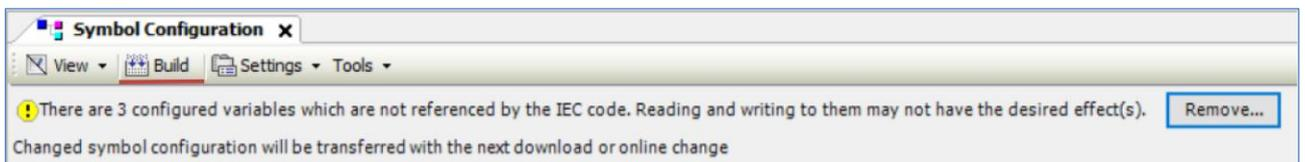

Abb. 15.18
1.3. Klicken Sie auf die Schaltfläche **Build** (Kompilieren) um das Projekt zu kompilieren (Abb. 15.18).